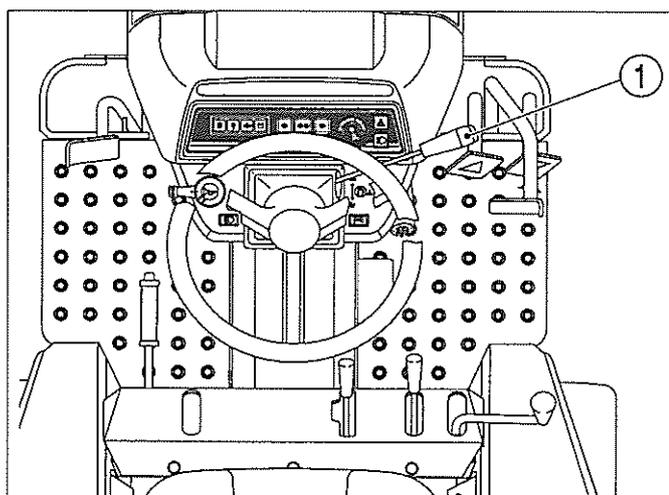

FIG. 18 / ABB. 18 / FIG. 18
FIG. 18 : Accélérateur manuel (1) - Contrôle le régime du moteur et reste dans la position sélectionnée par le conducteur. Avec le levier manuel vers l'avant, le moteur tourne au ralenti. Le régime du moteur augmente à mesure que le levier est tiré vers l'arrière.